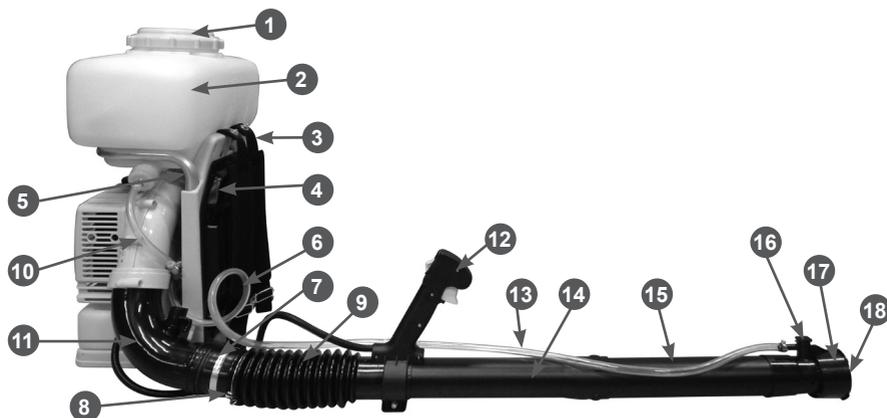
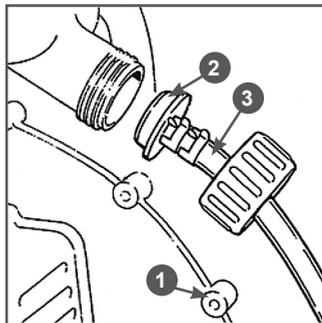

Рис. 1 Основные узлы и органы управления (вид сбоку)
Рис.9 Демонтаж всасывающего шланга
Основные узлы и органы управления приведены на Рис. 1, 2.
2. Демонтируйте всасывающий шланг насоса 10 (Рис.1). Для этого необходимо открутить соединительную гайку 1 (Рис. 9) и вытащить редуктор 2 со шлангом 3.